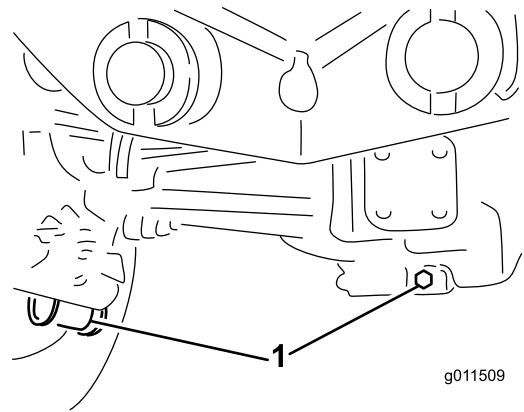

Figure 69
- Nettoyez la surface autour des 3 bouchons de vidange, 1 à chaque extrémité et 1 au centre (Figure 69).